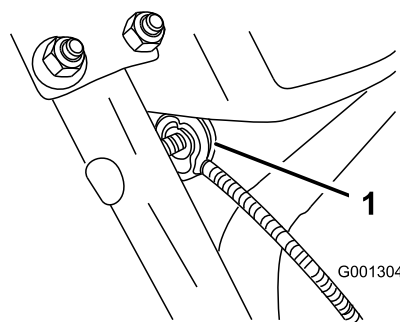

Figure 7
3. Retirez l'écrou et la rondelle du guidon, fixez le serre-câble qui se trouve sur le câble au guidon, posez la rondelle et l'écrou, et serrez l'écrou à la main (Figure 7).